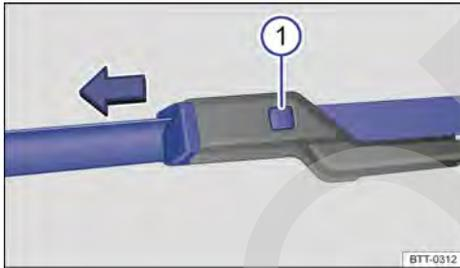

Fig. 125 Sustituir las escobillas de los limpiaparabrisas.
- Mantenga la tecla de desbloqueo → fig. 125 ⓘ pulsada y, al mismo tiempo, retire la escobilla de los limpiaparabrisas en el sentido de la flecha.